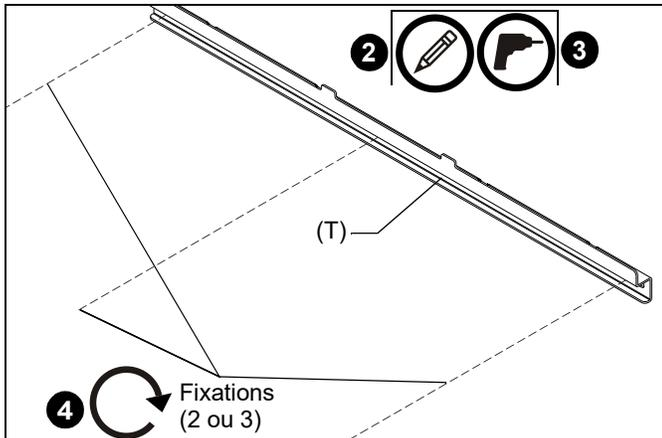

Figure 6
- Déterminez l'emplacement des montants derrière la cloison sèche. (Voir figure 6)
- Mesurez et marquez la distance appropriée en dessous du support mural de projecteur (U) selon les mesures indiquées dans le tableau 2 et en vous reportant au schéma de l'installation. (Voir la Table 2)
- Percez un avant-trou (voir la Table 1 pour la taille) à chaque emplacement marqué à l'Étape 2 (Voir figure 6) et suivez les informations relatives à la fixation et au type de mur, indiquées dans Table 1.
- Fixez le support mural d'écran (T) au mur en utilisant les fixations appropriées au type de mur (Voir la Table 1). (Voir figure 6)